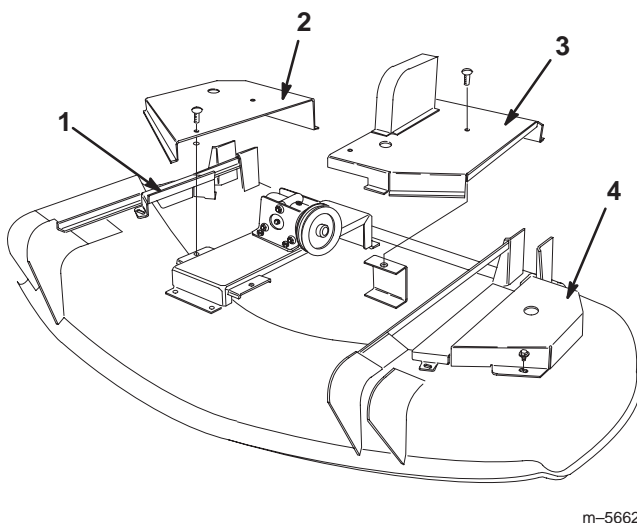

Figure 29
1. Desserrez les fixations des carters intérieurs gauche et droit du plateau de coupe, puis déposez les carters (Fig. 29).
2. Enlevez les boulons à collerette qui fixent les carters latéraux gauche et droit au plateau et déposez les carters (Fig. 29).
7. Reposez les quatre carters sur le plateau de coupe (Fig. 29).